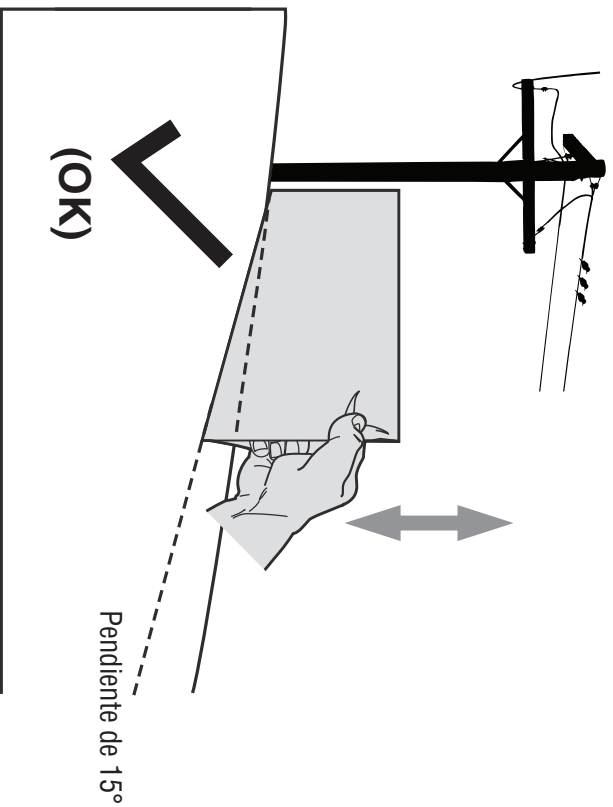
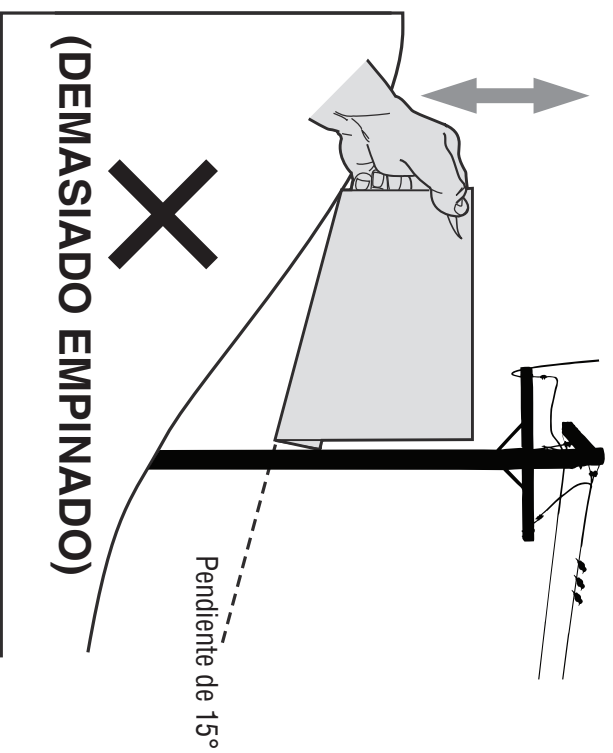

Figura 1
Figura 2
3. Alinee cualquier lado del indicador de pendiente con el objeto (consulte la Figura 1 y la Figura 2).
4. Ajuste el medidor hacia arriba o hacia abajo hasta que la esquina izquierda toque la pendiente (consulte la Figura 1 y la Figura 2).
5. Si hay un espacio debajo del indicador, la pendiente es demasiado empinada para una operación segura (consulte la Figura 2 arriba).
1. Retire las perillas y pernos del asa inferior (Figura 1).
3. Asegure el asa superior en una de las tres posiciones usando las perillas y los pernos. Asegúrese que las perillas estén colocadas en la parte externa del asa (Figura 2).